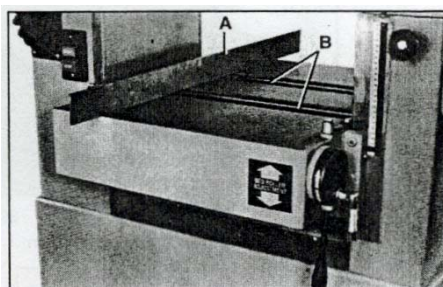

Fig. 22
2. Опустить валки стола в крайнее нижнее положение, установить в левой части стола угольник А, рис. 22 поперек обеих прорезей валков В, как показано на рисунке.